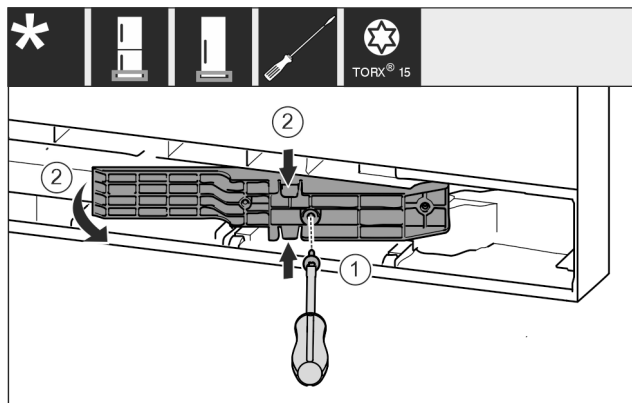

Fig. 18\*
- ▶ Lossa skruvarna med en torxskruvmejsel T15. Fig. 18 (1)\*
- ▶ Dra ut adaptern. Fig. 18 (2)\*